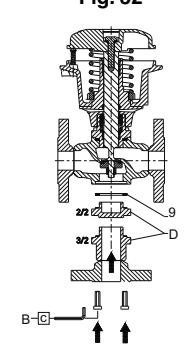

Fig. 36
- Clean the piston and the interior of the operator tube (Fig. 36).
- Grease the interior of the tube which comes into contact with the piston seal (grease supplied) and position the seal (1) (Fig. 36).
- Nettoyer le piston et l'intérieur du tube de tête de commande (Fig. 36).
- Graisser l'intérieur du tube sur la zone en contact avec le joint de piston (graisse fournie) et positionner le joint (1) (Fig. 36).
- Reinigen Sie den Kolben und das Innere des Führungsrohres für den Steuerantrieb (Abb. 36).
- Fetten Sie das Innere des Führungsrohres an der Stelle ein, die mit der Kolbendichtung in Berührung kommt (Fett im Lieferumfang enthalten) und legen Sie die neue Dichtung ein (1) (Abb. 36).
- Limpiar el pistón y el interior del tubo de cabeza de mando (Fig. 36).
- Engrasar el interior del tubo en la zona en contacto con la junta de pistón (grasa provista) y posicionar la junta (1) (Fig. 36).
- Pulire il pistone e l'interno della testa di comando (Fig. 36).
- Lubrificare l'interno della testa di comando che entra in contatto con la guarnizione del pistone (grasso fornito) e posizionare la guarnizione (1) (Fig. 36).
- Reinig de zuiger en de binnenkant van de buis van de bedieningskop (Fig. 36).
- Vet de binnenkant van de buis in die in contact komt met de zuigerafdichting (vet geleverd) en positioneer de nieuwe afdichting (1) (Fig. 36).